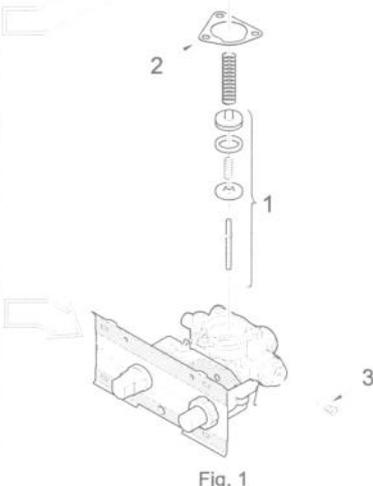

Fig. 1
6. Remplacez le clapet gaz **Pos.1 (Fig. 1)** et remonte le ressort de compression.